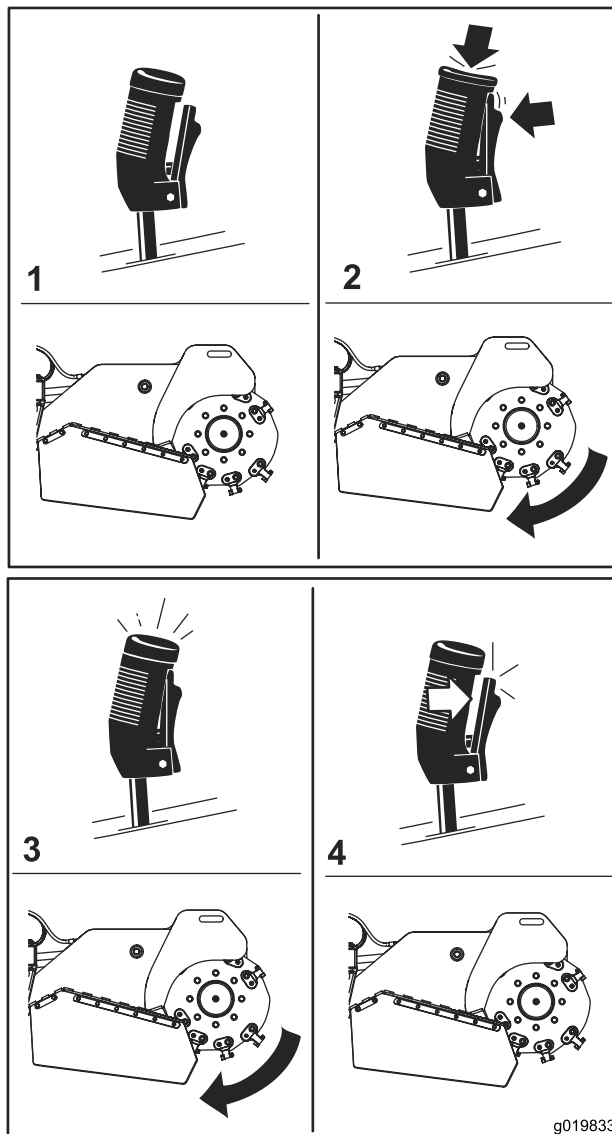

Figura 12
- Para iniciar o triturador (Figura 12), aperte o gatilho e, em seguida, prima o botão vermelho na parte superior da alavanca. Assim que o triturador tiver iniciado, pode soltar o botão vermelho.
- Para parar o triturador (Figura 12), solte o gatilho durante mais de meio segundo.